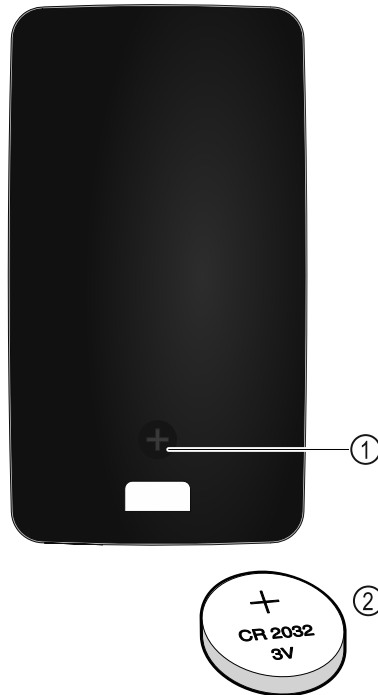

Fig. 141
Furnizimi me energji i telekomandës bëhet përmes një baterie të tipit CR 2032 me 3 V Fig. 141 (2), e cila blihet në një dyqan.
- ▶ Lironi vidën Fig. 141 (1) në pjesën e pasme të telekomandës.